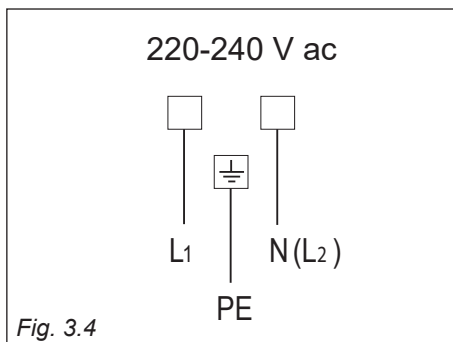

Fig. 3.4
- Il nuovo cavo di alimentazione, di tipo e sezione adeguate, va allacciato alla morsettieria secondo lo schema fig. 3.4.